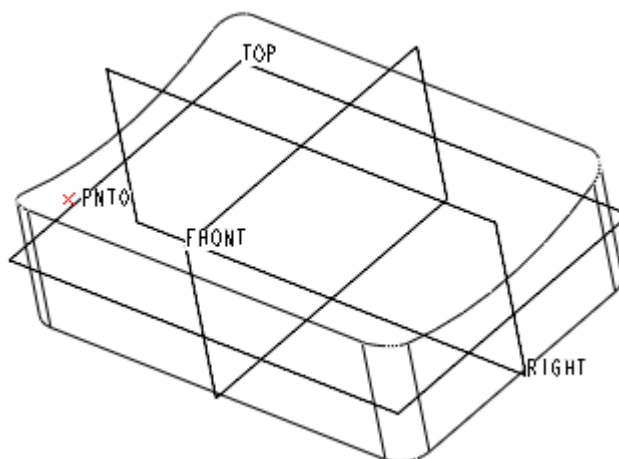

图 52-14
- (2) 单击【确定】按钮，完成基准点 PNT0 的建立，如图 52-14 所示。